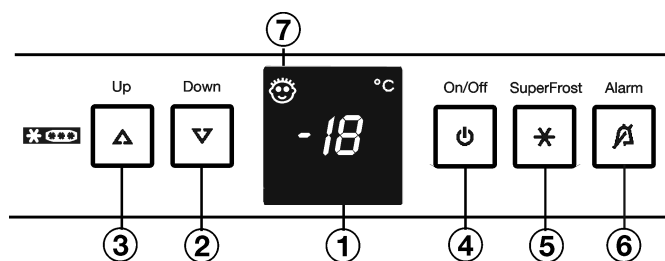

Fig. 2
- ▶ nacisnąć przycisk On/Off Fig. 2 (4).
- ▶ Aktywacja trybu regulacji: nacisnąć i przytrzymać przycisk SuperFrost Fig. 2 (5) przez ok. 5 s.
- ▶ Przyciskiem ustawiania Up Fig. 2 (3) lub przyciskiem ustawiania Down Fig. 2 (2) wybrać **h**.
- ▶ Potwierdzenie: Krótko nacisnąć przycisk SuperFrost Fig. 2 (5).
- ▶ Ustawianie jaśniejszego wyświetlacza: nacisnąć przycisk ustawiania Up Fig. 2 (3).